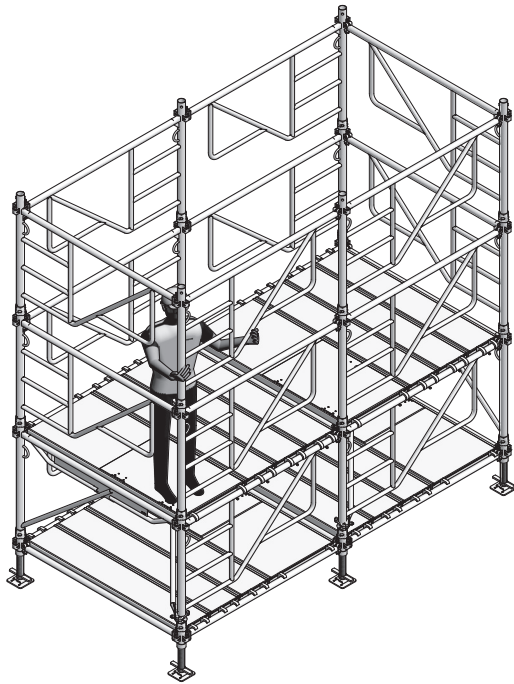

Abb. 18.1
16. Rahmen 100 MT von Ebene 1 aus einbauen (Abb. 18.1).